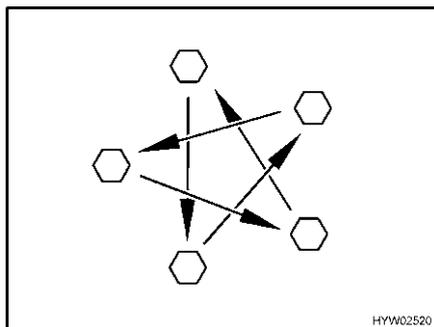

Fig. 184 Serrare a croce i dadi o i bulloni delle ruote
- Controllare regolarmente il serraggio dei dadi o dei bulloni. Regolare a croce (Fig. 184) il serraggio dei dadi o dei bulloni di una ruota sostituita dopo circa 50 km.
- ▷ Serrare a croce i dadi o i bulloni delle ruote (Fig. 184).